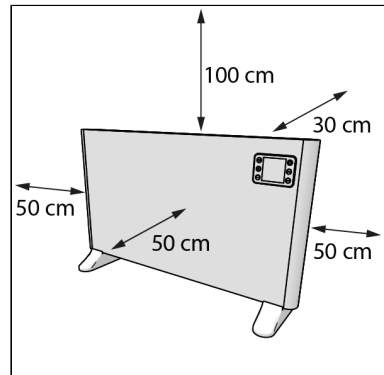

Abbildung 8.
5. Platzieren Sie das Gerät mit einem Mindestabstand (Abbildung 8) von: